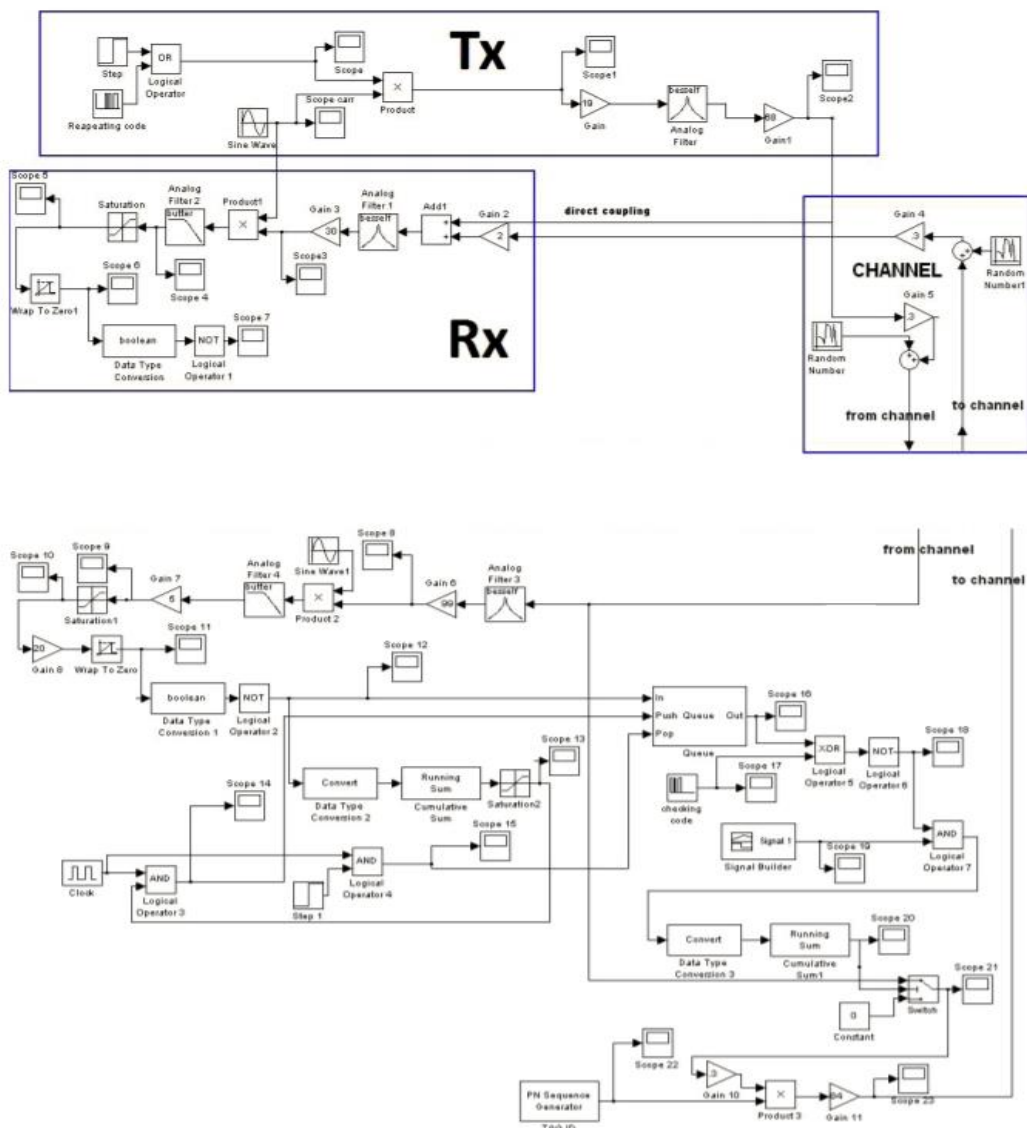

Рисунок 1 – Модель прямого и обратного канала RFID системы в программе Simulink
В данной работе смоделирована версия RFID-системы представлена на рис. 1. В моем случае рассматривается прямой канал от считывателя к метке. Считыватель передает и принимает сигналы для установления связи с метками, где в свою очередь метка отправляет уникальный серийный номер (ID), который декодируется считывателем. Прямой канал и обратный канал системы, которая включает в себя считыватель, а также метку и процессор обработки данных смоделировано с помощью MATLAB и Simulink.